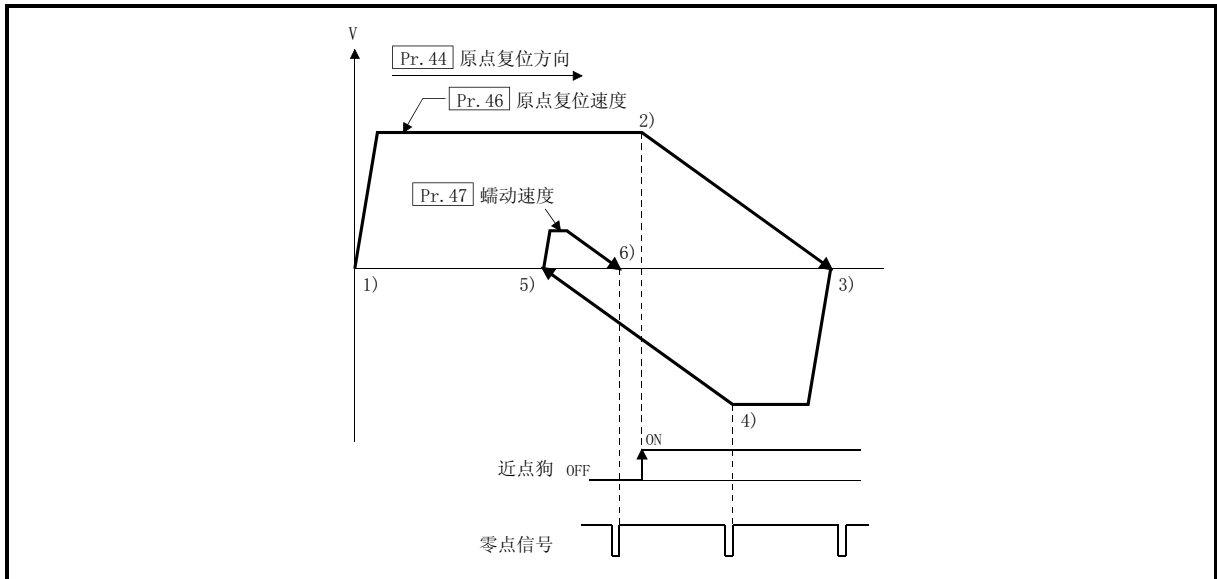

图 8.12 通过零点信号检测的减速中再次检测出零点信号时的动作
- (3) 以停止信号停止了机械原点复位时，请再次进行机械原点复位。因停止信号的停止后将再启动指令置为 ON 的情况下，将会出错“不可再启动原点复位(出错代码：209)”。
- (4) 在标度原点信号检测式中，与“**Pr.48 原点复位重试**”的设置无关，不进行原点复位重试。在机械原点复位中检测出硬件限位开关时，会发生出错“硬件行程限位+”（出错代码：104）或者“硬件行程限位-”（出错代码：105）。
- (5) 近点狗应安装在原点复位方向的硬件限位开关的前面，并与该硬件限位开关重叠。从机械原点复位开始位置在与原点复位方向相反的方向有近点狗时，会发生出错“硬件行程限位+”（出错代码：104）或者“硬件行程限位-”（出错代码：105）。
- (6) 在通过检测到零点信号而进行的减速中(图 8.12 的 4))再次检测到零点信号时,会通过最后检测到的零点信号停止,且原点复位完成。